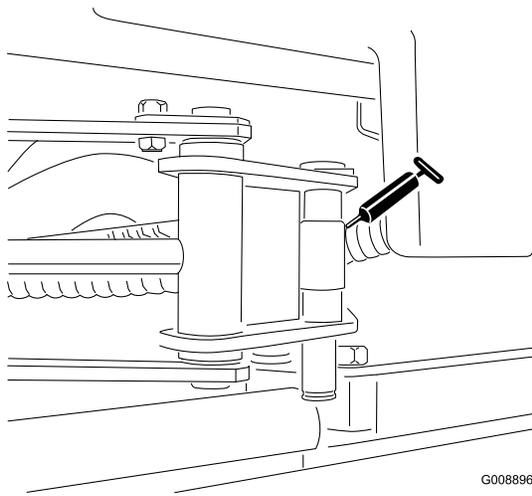

Figura 30
- Estremità del cilindro SideWinder (2) (Figura 30)